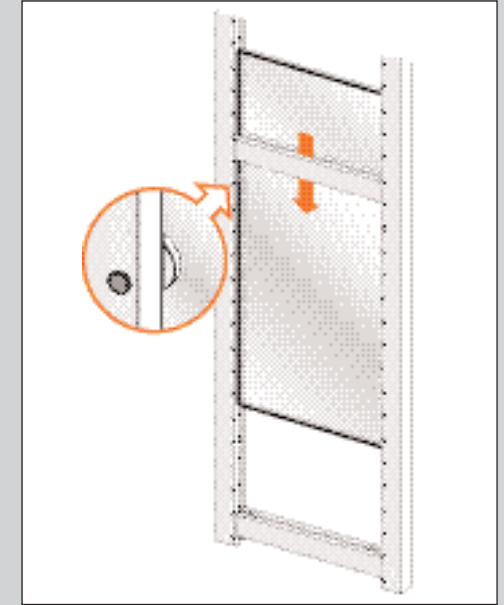

ABBILDUNG 7
4. Schieben Sie die Glasscheibe in den Ständer. Die Glasführungen gewährleisten, dass die Glasscheibe fest im Ständer sitzt (siehe Abb. 7).